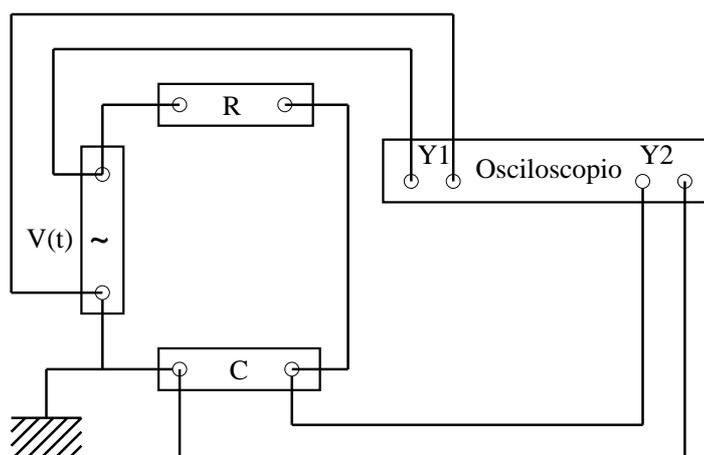

Figura 3: Circuito para las medidas de la carga y descarga de un condensador, de integradores, y de filtros.
Montar el circuito de la figura 3. Calcular la constante de tiempo del sistema. En el generador de funciones, seleccionar una onda cuadrada, con una frecuencia y una amplitud pico a pico sencillas (por ejemplo 10 kHz y 6V). Ajustar los valores de R y C para que RC sea unas cinco o diez veces menor que el periodo $T = 1/f$. Dibujar un período completo de las señales de entrada y de salida. Dibujar también la señal de salida predicha por la ecuación 2. Observar y explicar el comportamiento de la señal de salida cuando se aumenta o se disminuye mucho la resistencia y/o la capacidad.
Montar de nuevo el circuito de la figura 3. En el generador de funciones, seleccionar primero una onda cuadrada y después una sinusoidal, con frecuencia y amplitud sencillas. Ajustar R y C para que RC sea unas dos o tres veces mayor que el periodo $T = 1/f$. Dibujar un período completo de las señales de entrada y de salida. Calcular los valores “teóricos” de la amplitud de la señal de salida, dados por las ecuaciones (10) y (11), y compararlos con los valores medidos.
En el circuito de la figura 3, seleccionar una onda sinusoidal. Medir la amplitud de la señal de salida V_C en función de la frecuencia f de la señal de entrada, tomando algunos valores de f mucho menores y otros mucho mayores que $1/RC$. Calcular mediante la ecuación (15) los valores “teóricos” de $V_C(f)$. Representar gráficamente los valores medidos y calculados de $V_C(f)$.